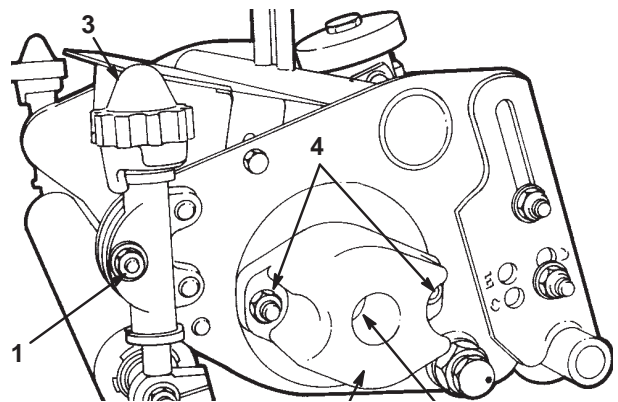

図17
1. カッティングユニットの左右で、刈り高調整ロッドの固定ネジ(図17)をゆるめる。
2. 刈り高調整ノブ(図17)をゆるめて刈り高調整ロッドから外す。ノブは刈り高クランプの上ワッシャに保持される。
- C. トルクレンチを取り付け、リールが回転しないようにリールを固定しておいて、リール・ベアリング調整ボルトを、所定の締め付けトルク値まで締める (図17: 所定値は0.5 ~ 1.0 N.m (0.05 ~ 0.1 kg.m))。
2. リール・シャフトの片側からベアリング調整ナットを外し (図17)、リール・シャフトの反対側から特殊スプラインナットを外す。